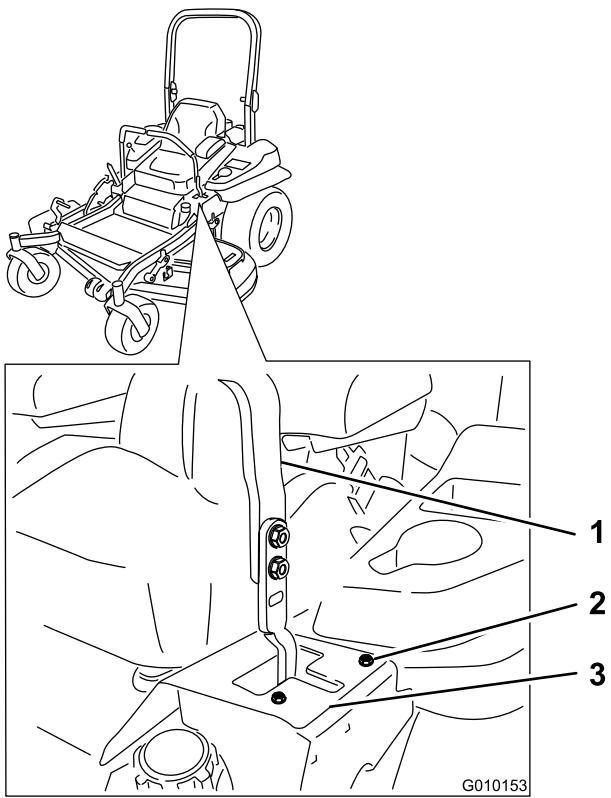

**Figure 62**
**Remarque:** Il faut parfois pousser en avant ou tirer en arrière la partie supérieure de l'arceau de sécurité pour engager complètement les deux boutons (Figure 61 et Figure 62).